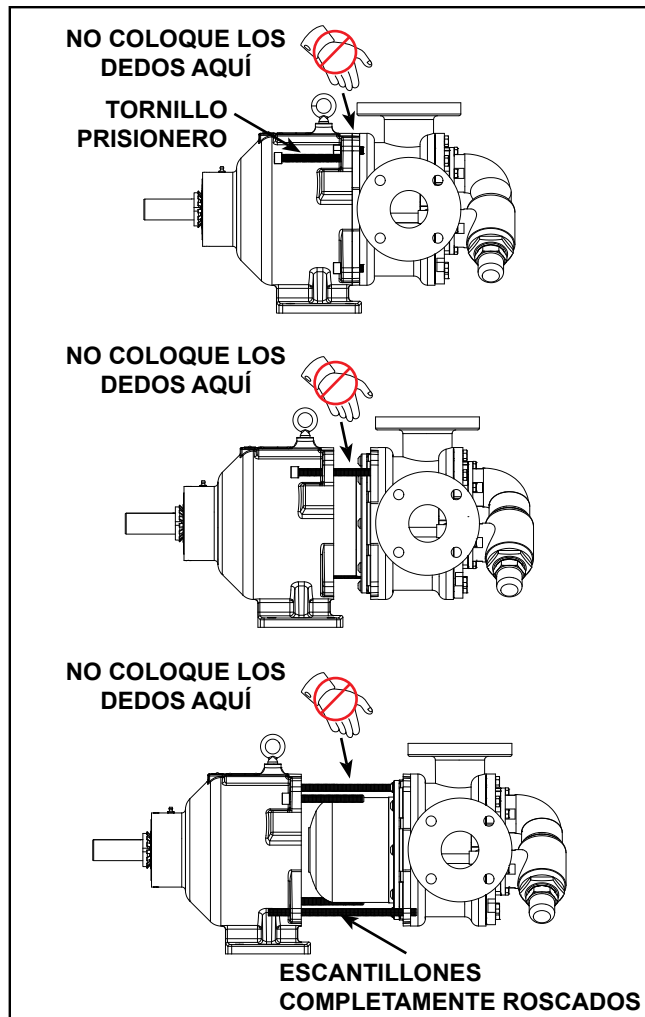

FIGURA 7
3. Marque el cabezal (40) y la caja (31) antes del desmontaje a fin de garantizar un reensamblaje apropiado.
4. Para inspeccionar el conjunto de cabezal y pasador (39 y 40), y el conjunto de engrane interno y buje (37 y 38), retire los tornillos prisioneros del cabezal (43).
5. Retire el cabezal de la bomba. Si no se drenó la caja en el paso 1, tenga cuidado con el líquido que se drene entre el cabezal y la caja. No permita que el engrane interno se salga del perno y caiga. Incline la parte superior del cabezal de la bomba hacia atrás durante el retiro para que esto no suceda. Evite dañar las linternas del cabezal (63), ya que las linternas son para mantener el ajuste axial.
7. Retire los cuatro tornillos prisioneros de cabezas huecas (28) que fijan la bomba al soporte. Si es posible, apoye la bomba con un aparejo de elevación.
8. Use los tornillos ajustadores (14) del soporte para separar el imán interior (57) del imán exterior (58), consulte la secuencia en la **Figura 7**. Para mantener los conjuntos de bomba y soporte alineados adecuadamente a fin de obtener seguridad adicional, se recomienda usar 2 escantillones completamente roscados (15 a 20 cm) en ubicaciones de tornillos prisioneros diagonales del plato adaptador y deslice a través de los orificios correspondientes en el soporte.
9. Inspeccione visualmente los imanes exteriores desde el extremo del soporte. Si es necesario su retiro, separe el soporte del motor. Retire la contratuerca (1), la arandela de seguridad (2) y el collar separador de rodamientos exterior (4) del eje. Deslice el conjunto de imán exterior fuera del soporte. Inspeccione que el conjunto de imán no tenga daños ni desgaste; reemplácelo si fuese necesario. Si se requiere más desmontaje del soporte, consulte “**Desensamble / Ensamble, del soporte de rodamientos**” en la página 7.
10. Retire los tornillos prisioneros de cabezas huecas (54) del contenedor (59). Si no se drenó el canastillo en el paso 1, contendrá líquido. Tenga cuidado al retirar el canastillo de la bomba sacándolo con un movimiento recto. Inspeccione que el buje del canastillo (64) no tenga desgaste. Si se debe reemplazar el buje del contenedor, consulte “**Instalación de bujes**” en la página 8.
11. No retire el anillo “O” del adaptador de plato (67)/ canastillo a menos que esté defectuoso, especialmente si está encapsulado con derivados de PTFE. Si se requiere un anillo “O”, consulte “**Montaje de la bomba**” en la página 8.